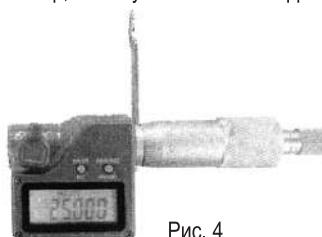

Рис. 4
- Для завершения калибровки вставьте гаечный ключ в маленькое отверстие стебля и слегка поворачивайте стебель до тех пор, пока нулевая отметка фрикционного барабана не совпадет с отметкой на стебле (рис. 4)